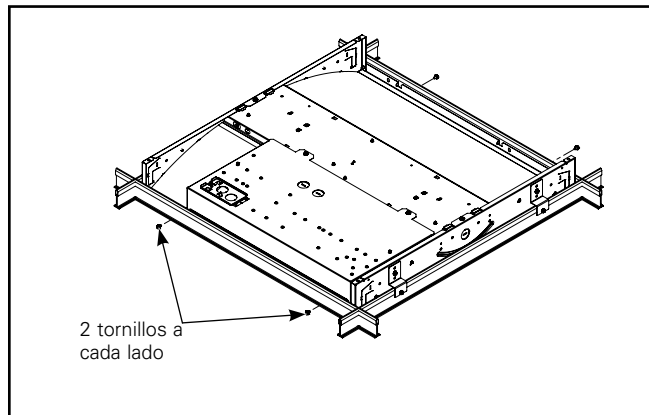

Figura 9.
6. Asegure los otros dos lados cortos de la pared con tornillos autorroscantes a la grilla en T como se muestra (Figura 9). Para un 14FCZ2/24FCZ2, asegúrelo con 3 tornillos a cada lado (Figuras 10 y 11). Para un 22FCZ2, asegúrelo con 2 tornillos a cada lado (Figura 9). Asegúrese de perforar los tornillos a través de la pared de la grilla en T y la pared del accesorio. La pared del accesorio será más corta que la pared de la grilla en T.
6. Asegure los otros dos lados cortos de la pared con tornillos autorroscantes al kit de panel de yeso como se muestra (Figura 9). Para un 14FCZ2/24FCZ2, asegúrelo con 3 tornillos a cada lado (Figuras 10 y 11). Para un 22FCZ2, asegúrelo con 2 tornillos a cada lado (Figura 9). Asegúrese de perforar los tornillos a través de la pared del kit de panel de yeso y la pared del accesorio. La pared del accesorio será más corta que la pared del kit de panel de yeso.